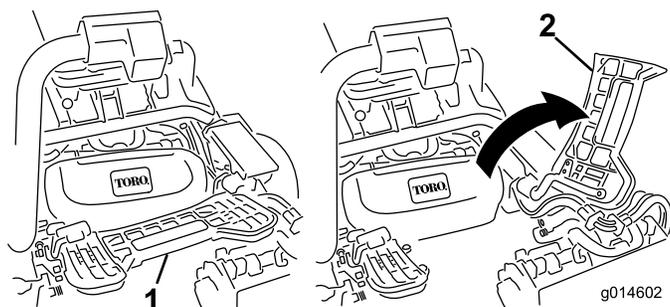

Рисунок 12
7. При установке центрального режущего блока поднимите подножку, поверните ее вверх, чтобы открыть доступ к месту для центрального режущего блока (Рисунок 12).